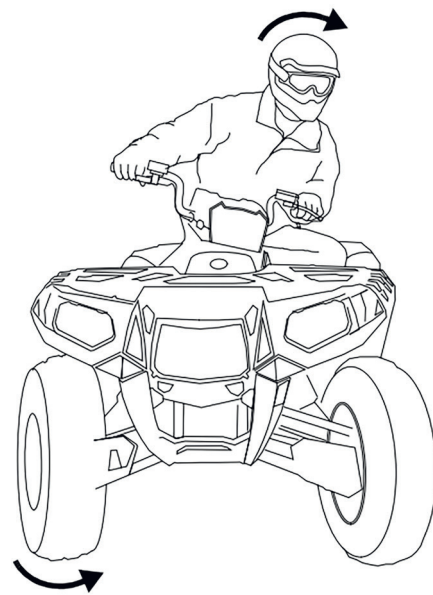

Рисунок 3.1 Поворот на квадрицикле
- По мере этого переносите вес тела, опираясь на внешнюю подножку (в направлении, противоположном направлению поворота), при этом верхняя часть тела должна стремиться к центру окружности поворота (рис. 3.1).